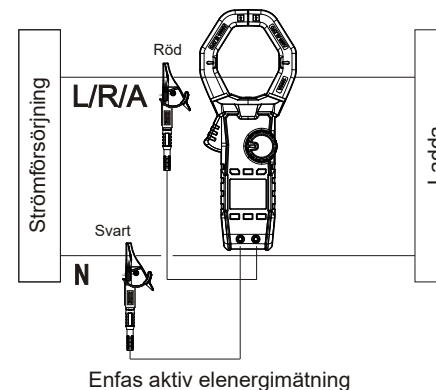

Fig. 12
6. Ställ in läget för ackumulering av elektrisk energi (fig. 12)